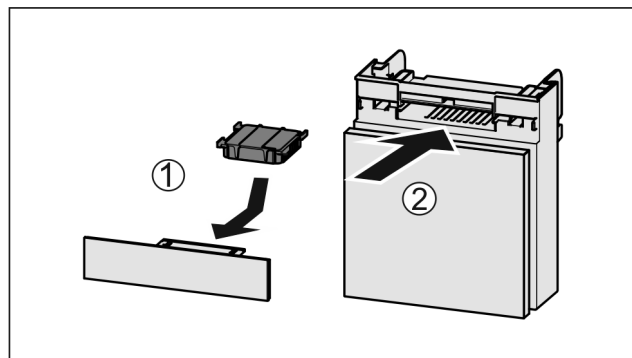

Fig. 169
- Vložte aktívny uhlíkový filter podľa obrázka Fig. 169 (1).
- Zasuňte zásuvku Fig. 169 (2).